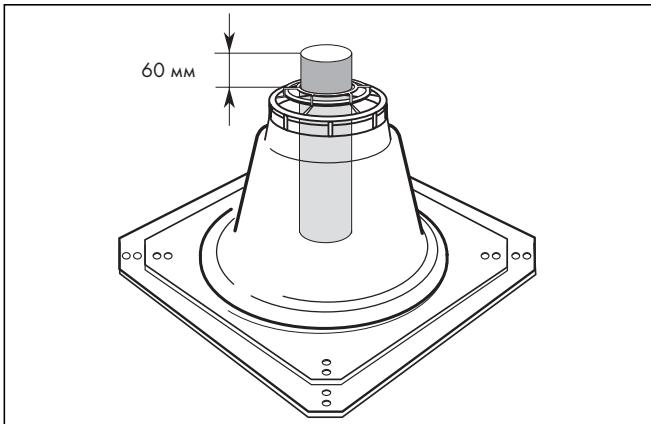

Рис. 4.81 Длина верхней трубы отвода ОГ
- Контроль: Над основанием шахтной насадки (13) должно выступать 60 мм (→ рис. 4.81).
- Зажмите колпак шахтной насадки (14) над верхним концом жесткого отвода ØГ и сильно надавите. (Колпак не защелкнется на основании.)